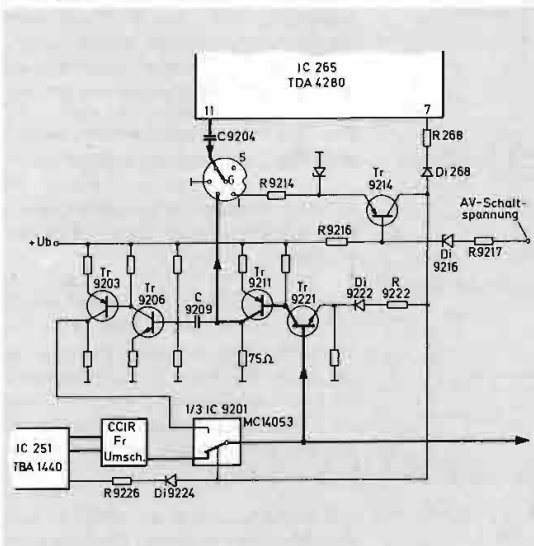

Bild 3 Signalverlauf bei Aufnahme
3.1 Signalverlauf in Stellung „Empfang“ des FS-Gerätes (Bild 3)